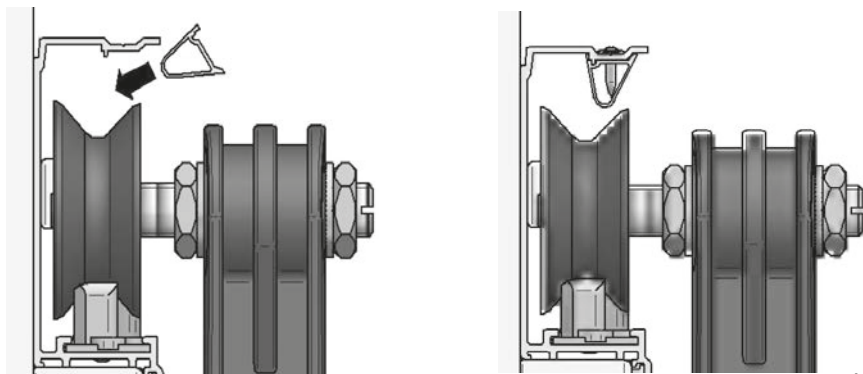

Abb. 8
- Nach dem Einbau des Türflügels müssen Sie das Anti-Roll-Out-Profil, wie in Abb. 8 gezeigt, montieren.